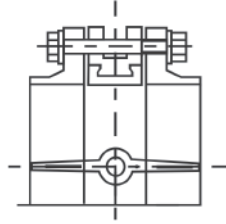

Рис. 5
13. Отцентрируйте поворотный затвор и слегка закрутите болты (шпильки), но не затягивайте их. Откройте диск поворотного затвора до положения «полностью открыто» (рис. 5).